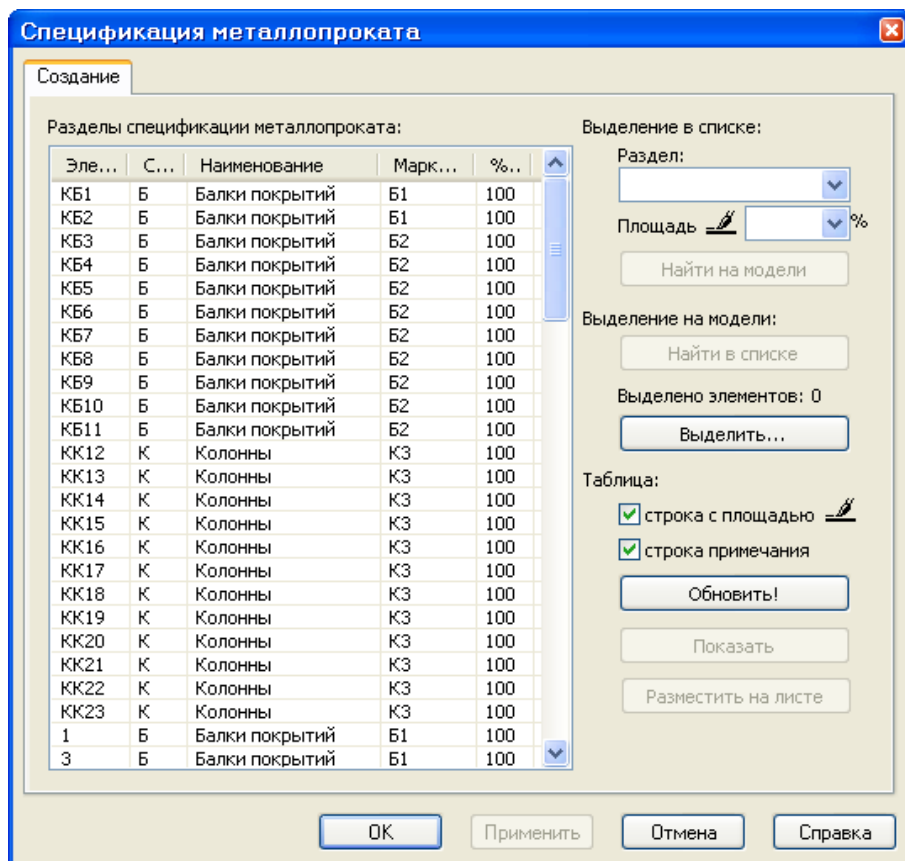

Рис.13.20. Диалоговое окно Спецификация металлопроката
- В диалоговом окне **Спецификация металлопроката** (рис. 13.20) щелкните по кнопке **Обновить!** (всем элементам уже присвоен раздел спецификации металлопроката, так как все элементы включены в марки ведомости элементов).